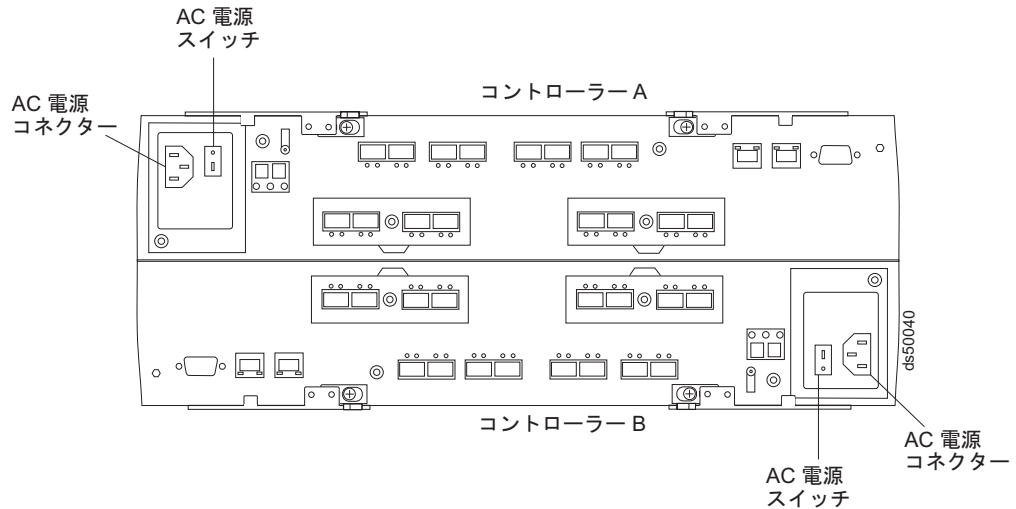

図 104. コントローラー上の AC 電源スイッチ
5. ストレージ・サブシステムの各コントローラーの背面にある AC 電源スイッチをオンにします。174 ページの図 104 は、コントローラー上の AC 電源スイッチの位置を示しています。